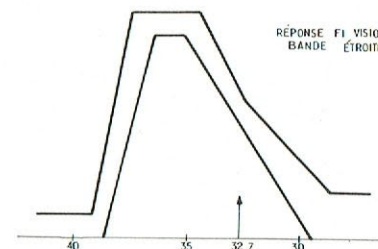

Fig. 7
- La courbe définitive doit entrer dans le gabarit de la fig. 7.